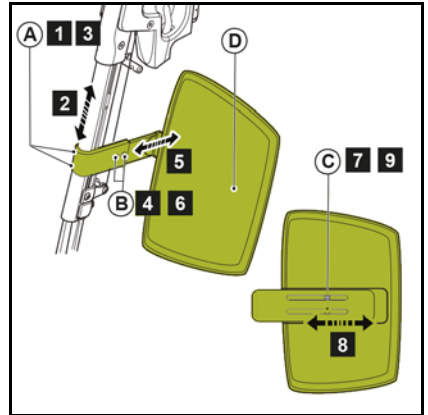

Abb. 4.9
**Höhe, Breite und Tiefe der Unterschenkelplatte einstellen (Abb. 4.9)**